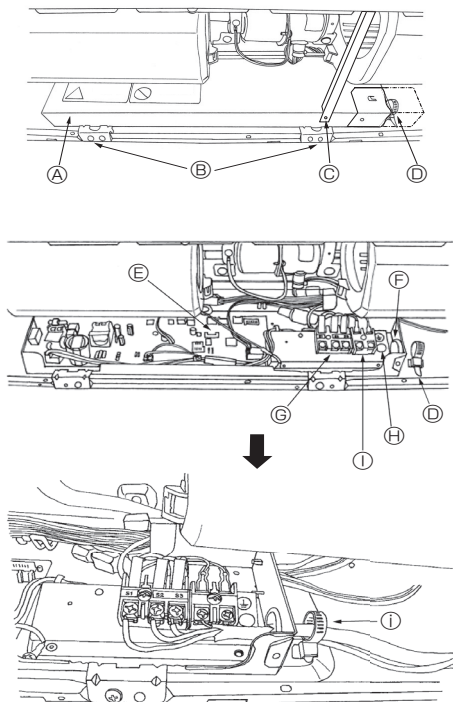

Fig. 6-1
6.1. Електрична провідка (Fig. 6-1)